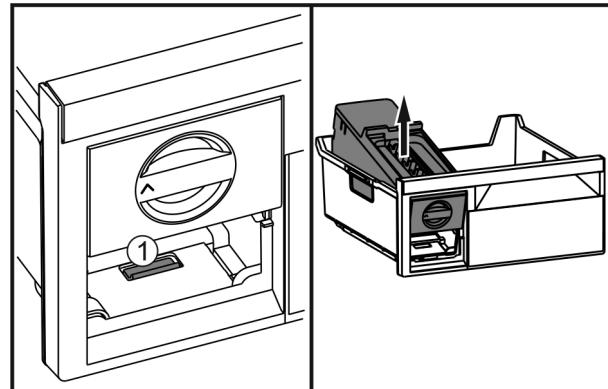

Fig. 39
- Apăsați eclisa Fig. 39 (1) EasyTwist-Ice, ridicați-o din spate și scoateți-o din sertarul de congelare.